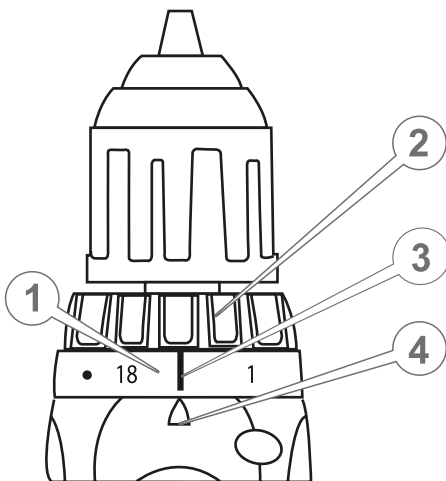

Рисунок 3. Схема регулювання крутного моменту.
2. На шкалі муфти-регулятора (1, рис. 3) встановити необхідний крутний момент. Крутний момент визначається експериментально й має відповідати діаметру з'єднання та твердості матеріалу, у який він вкручується. Якщо докласти занадто великий момент, головка шурупа може бути пошкоджена. Обов'язково відрегулювати положення кільця регулятора моменту затягування відповідно до діаметра гвинта. На виробі ступінь крутного моменту позначений цифрами, і мітками – на кільці-регуляторі крутного моменту затягування. Значення крутного моменту, що відповідає положенню цифри «1», є мінімальним і навпаки.
Повернути кільце (2, рис. 3) регулювання крутного моменту у вибраному напрямку до поєднання трикутної стрілки (4, рис. 3) на верхньому боці